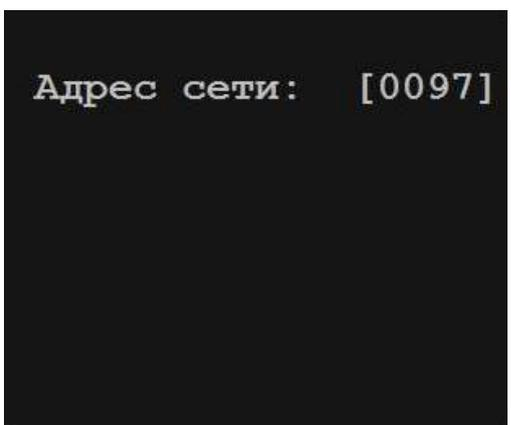

Рисунок 14 - Ввод сетевого адреса
3.5 Установить проверочный сетевой адрес. Открыть меню: «i» «Меню ведущего» → «1» «Настройка» → «3» «САВПРТ» → «1» «Сетевой адрес» → в строке «Адрес сети» ввести проверочный сетевой адрес (адрес, установленный при настройке стенда, п.1.5.4) (рисунок 14), нажать на блоке индикации «A» для сохранения настройки и «i» для возврата в меню более высокого уровня.